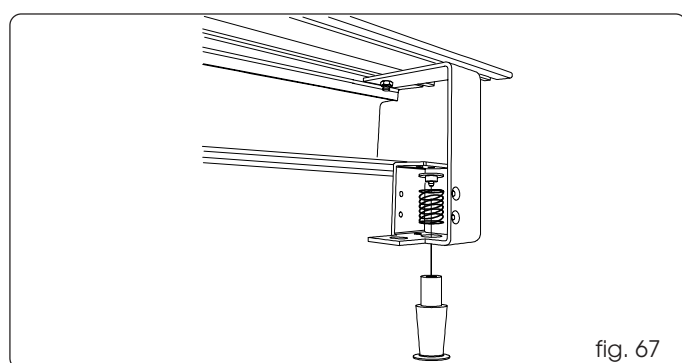

fig. 67
- Assemblare il pomello di sblocco sulla staffa laterale come indicato nelle figure 67 e 68. Premere la rondella di battuta fino ad ottenere l'incastro con il pomello di sblocco.